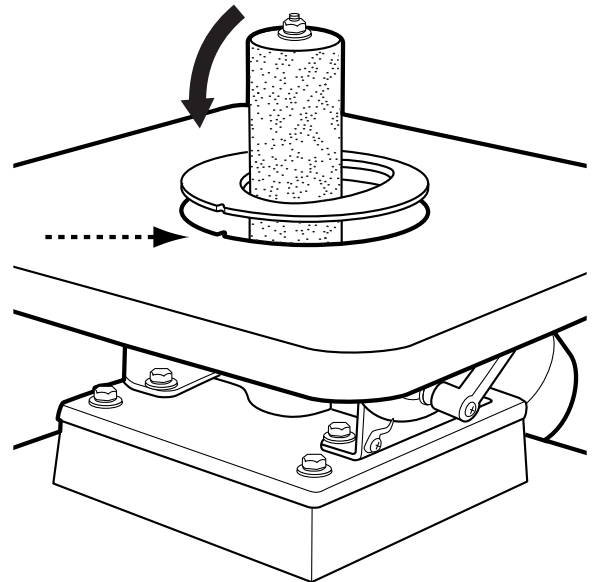

FIGURA 6
- Deslice el accesorio para mesa sobre el rodillo. Asegúrese de que el accesorio para mesa esté asentado correctamente alineando la pequeña muesca en el accesorio para mesa con la pequeña lengüeta correspondiente de la mesa, según se muestra en la Figura 6.